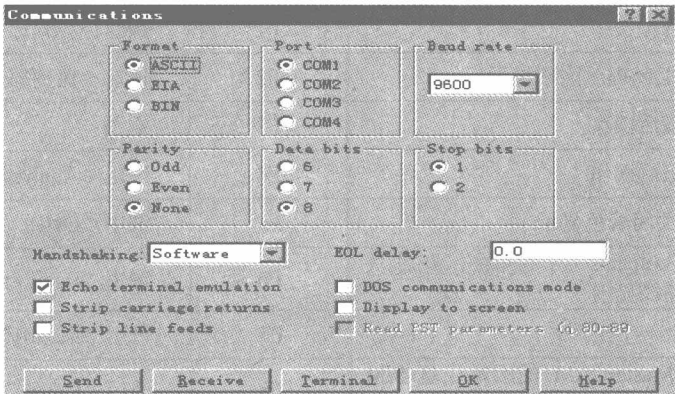

图 1-8
- ① “Settings”选项用于打开打印对话框，进行打印设置。
- ② “Color”选项用来设置是否彩色打印。
- ③ “Background”选项用来指定背景颜色。
- ④ “Name/date”选项用来设置是否在页眉打印文件路径、打印日期等。
- ⑤ “Do it”选项用于完成设置后，将打印文件送打印机或绘图机输出。
(6) 当选择“Communic”命令时，可以将编好的数控程序直接传输到数控机床。选择该选项后，在屏幕上弹出“Communications”（传输参数）对话框，如图 1-8 所示。在该对话框中，可以设置通信数据格式（Format）、传输接口（Port）、传输速率（Baud rate）、奇偶校验方式（Parity）、数据位（Data bits）和停止位（Stop bits）等。单击“Send”按钮，将会出现输出文件对话框，可以将指定的数控程序送入数控机床；单击“Receive”按钮，将会出现输入对话框，可以从数控机床中接收数控程序，存放到计算机中。